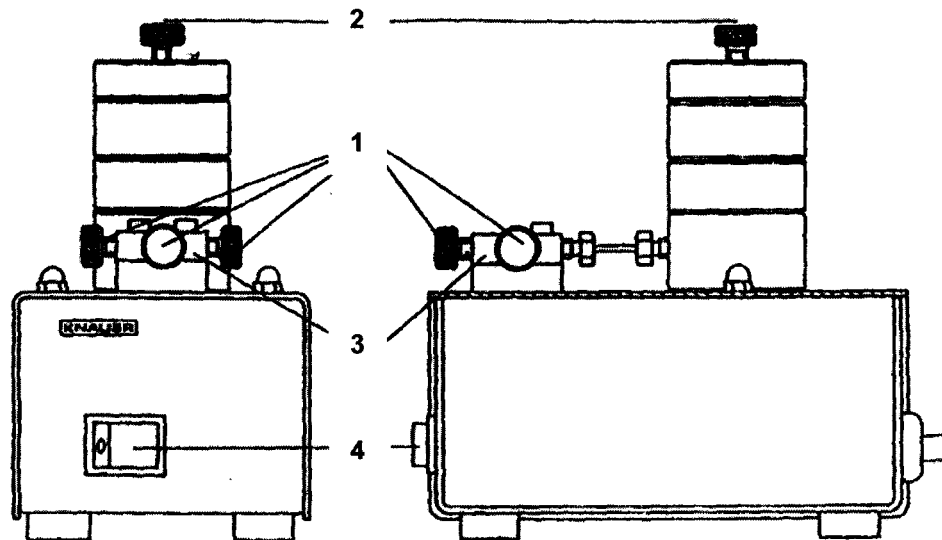

Abb. 1 *Generelle Ansicht der KNAUER dynamischen Mischkammer*
Das Gerät setzt sich aus dem im Edelstahlgehäuse befindlichen leistungsfähigen Rührmotor, der Mischkammer selbst und dem Kreuzstück zusammen (Abb. 1).
2. Verbinden Sie den Auslass der Mischkammer (2, Abb. 1) in der oben beschriebenen Weise mit dem Injektionsventil.